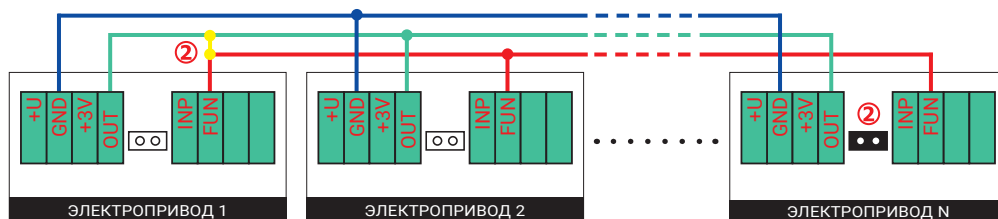

Рис. 2. Объединение в систему нескольких шаровых электроприводов из серий GIDROLOCK WINNER RADIO и GIDROLOCK WINNER
К основному устройству возможно подключение нескольких электроприводов (рис. 2).
**ВНИМАНИЕ!** В одном из электроприводов соедините между собой клеммы **OUT** и **FUN** или установите **джампер (2)** (рис. 2, фото 6).